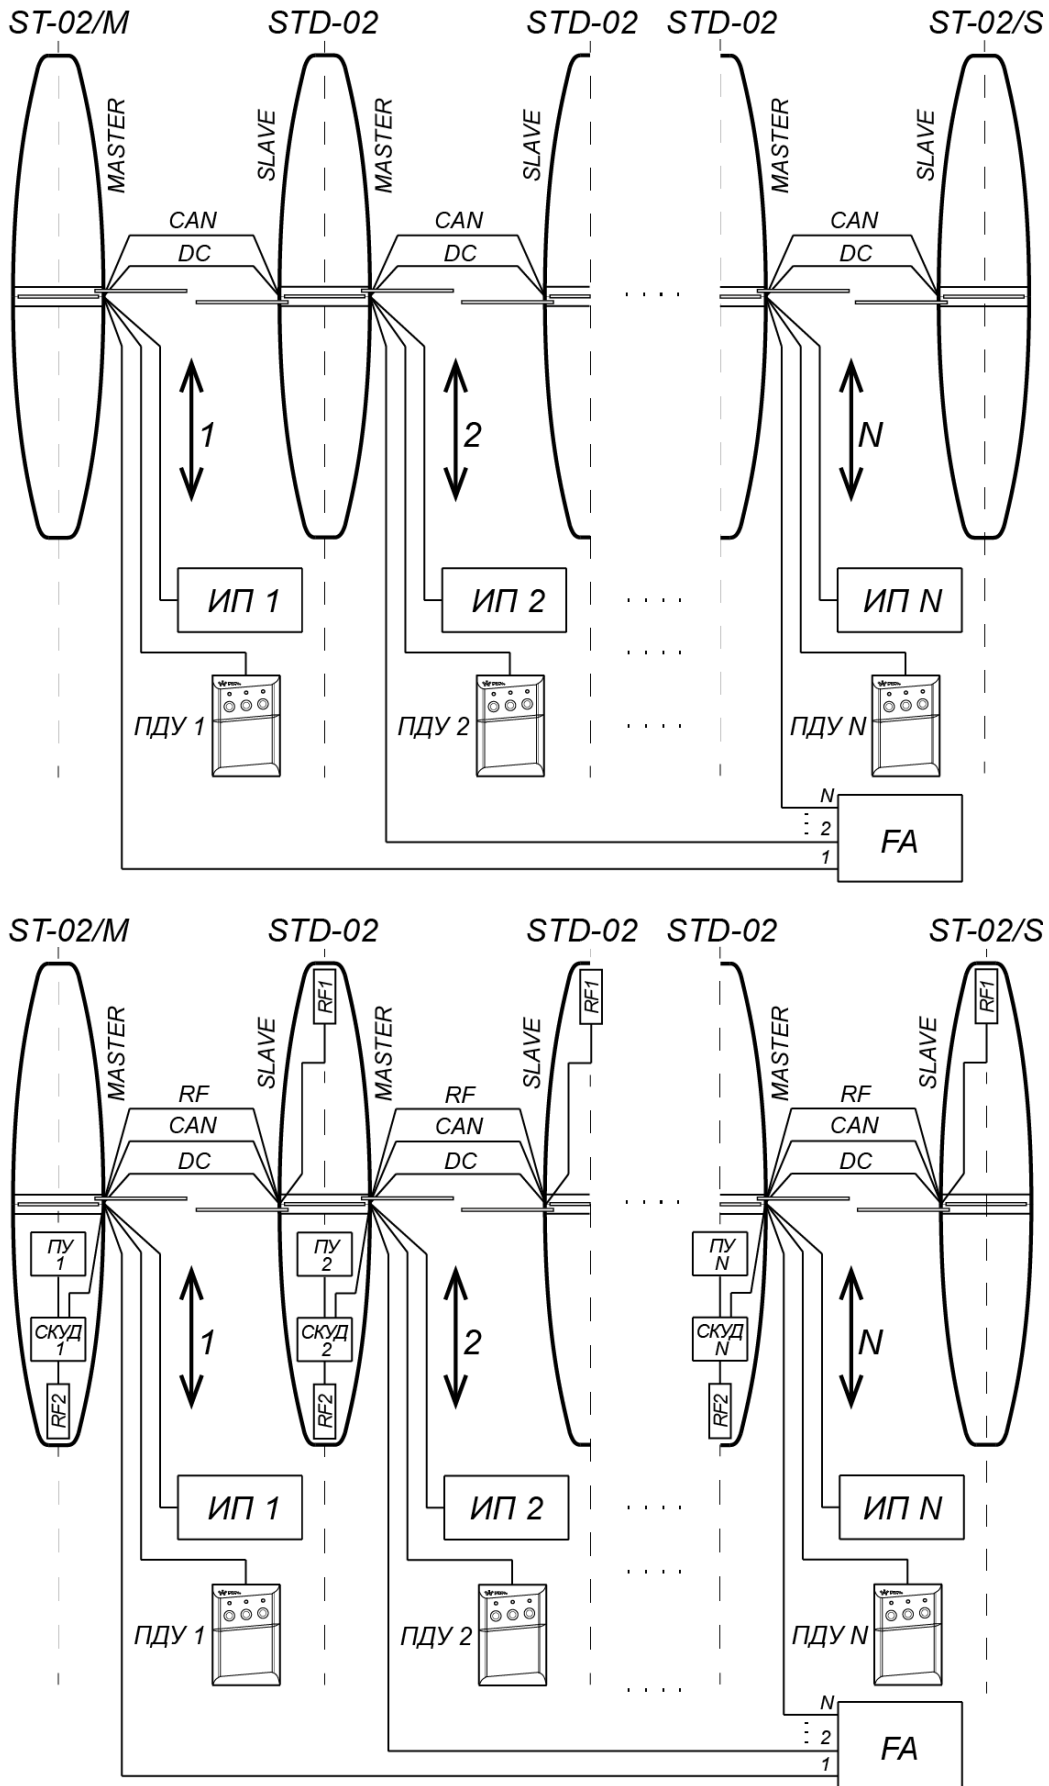
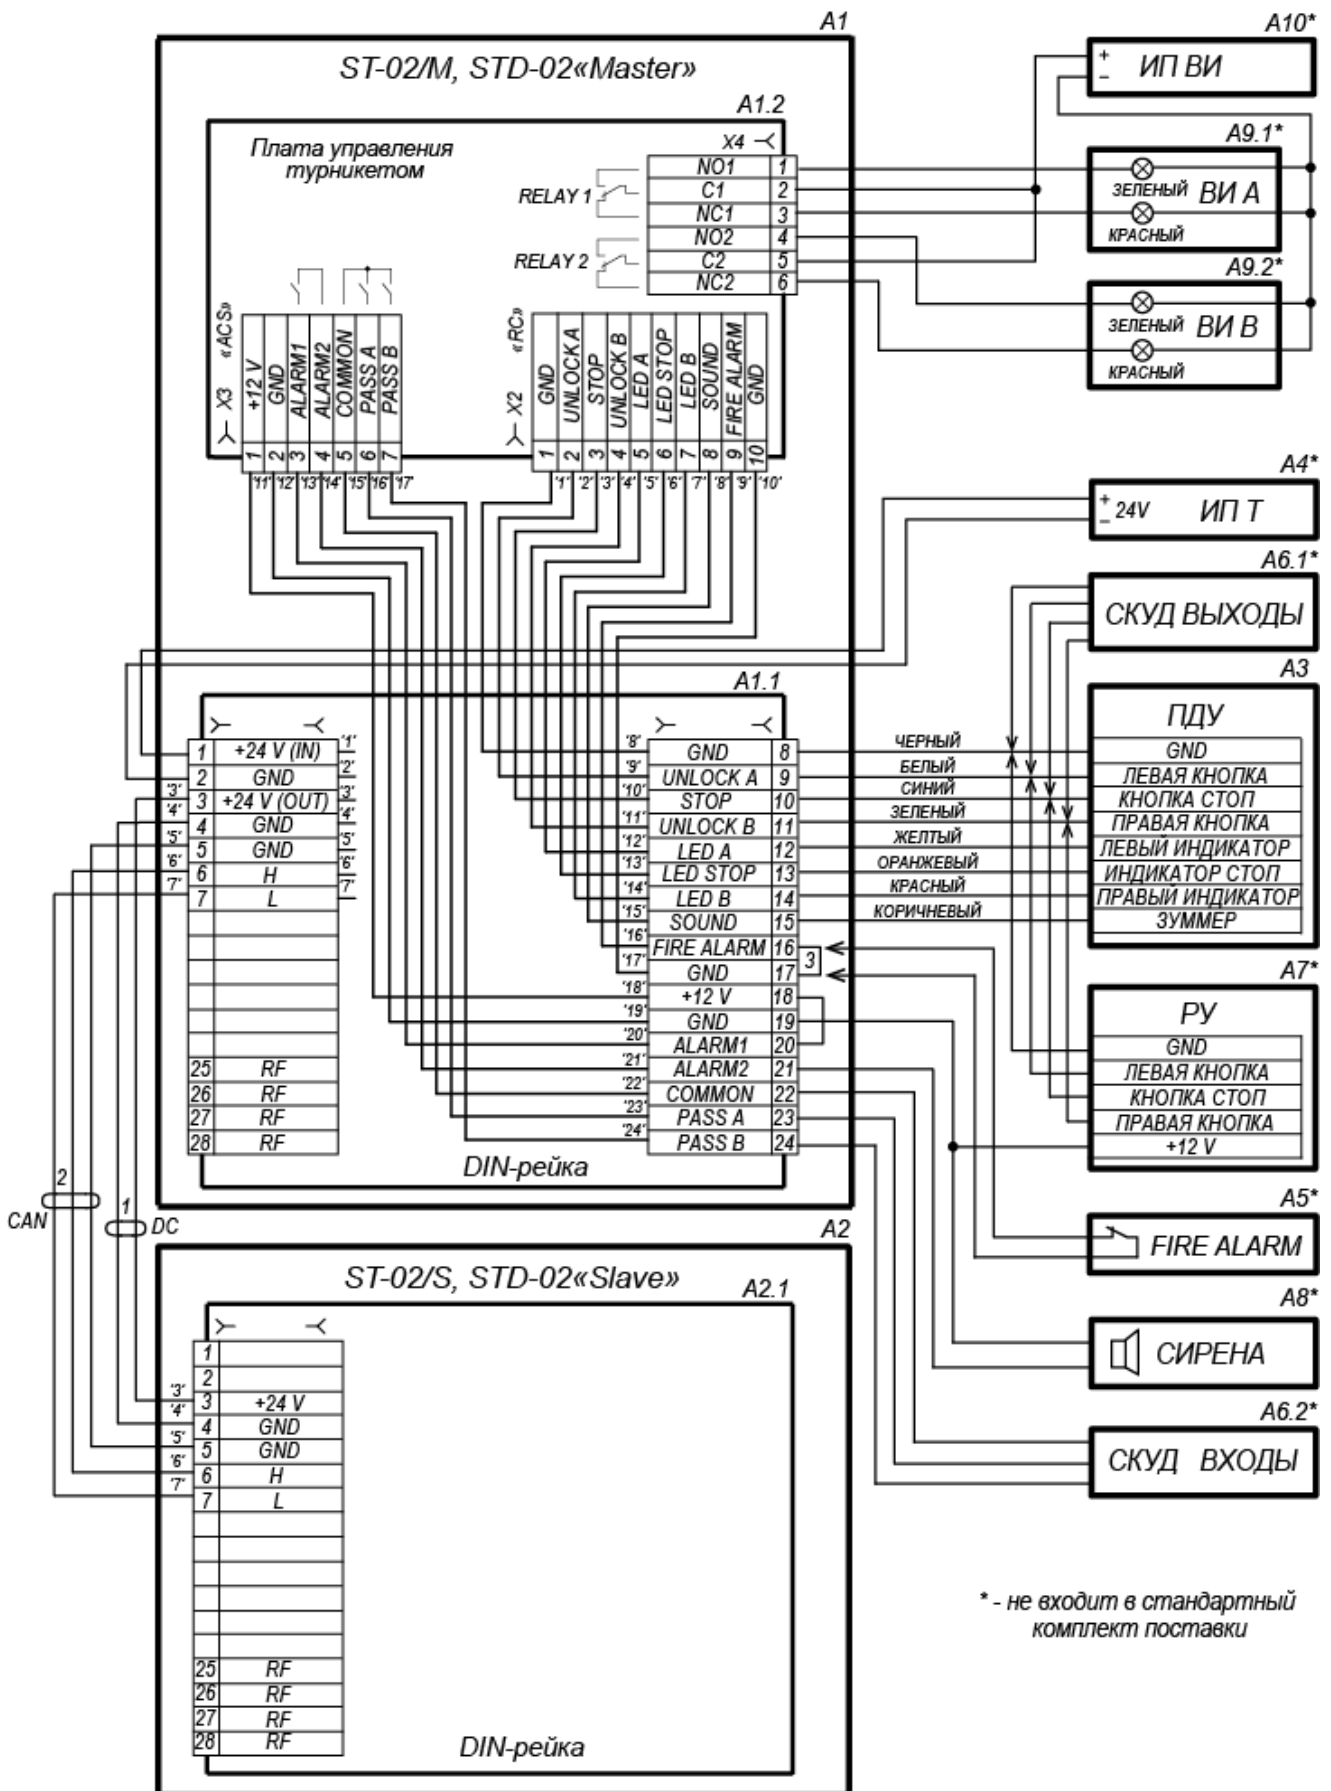
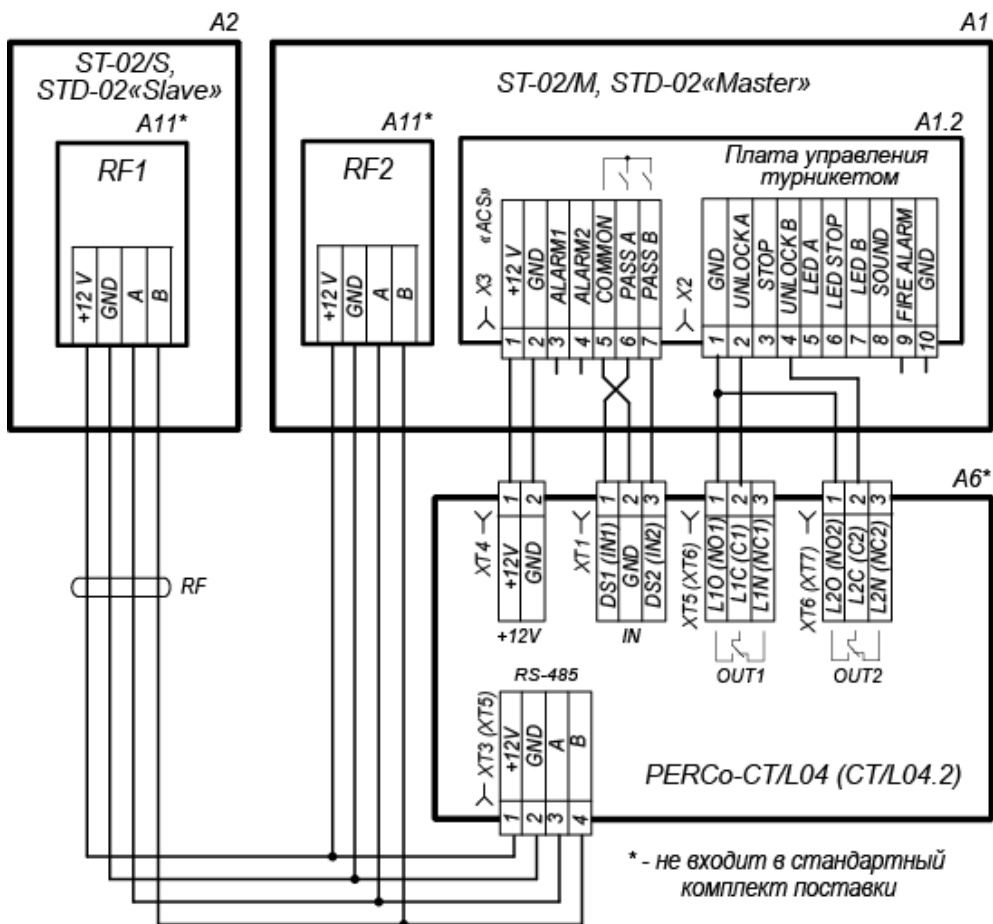

Рисунок 16. Схемы соединений турникета PERCo-ST-02 и двусторонних секций PERCo-STD-02 для организации проходной с несколькими (N) зонами прохода
Рисунок 17. Схема электрических соединений турникета
Рисунок 18. Вариант подключения к турникету контроллера СКУД PERCo-CT/L04
- каналы, соединяющие отверстия для ввода кабелей противоположных секций (сторон двусторонней секции) одной зоны прохода – для подвода соединительных кабелей DC (9) и CAN (10)1, а также по необходимости при установке встроенных в турникет считывателей – кабель для соединения считывателя из секции *Slave* с контроллером СКУД (кабель RF на схемах на рис. 16 и рис. 18).
17. Выньте изнутри каждой секции (стороны секции) и подключите внешние соединительные кабели к выносной колодке подключения согласно схеме электрических соединений турникета (см. рис. 17). Вставьте и закрепите на место выносную колодку. Аккуратно уложите подсоединенные к ней кабели внутри корпуса секции.
Для удобства входы и выходы встраиваемого в турникет контроллера СКУД могут подключаться не к контактам DIN-рейки, как показано на схеме (рис. 17), а непосредственно к соответствующим им контактам платы управления (разъемы **X2** и **X3**, рис. 6). Вариант схемы подключения представлен на рис. 18.